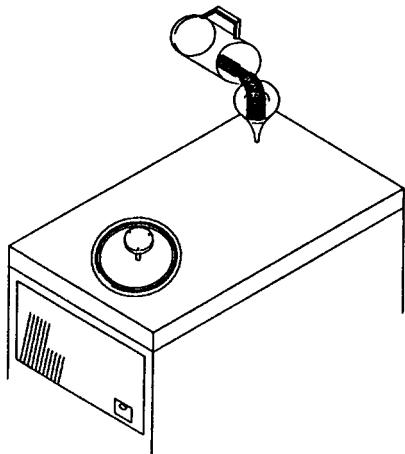

Abb. 8
11. Gießen Sie die Lösung mit Hilfe eines Trichters vorsichtig in die Einfüllöffnung (siehe Abb. 8)